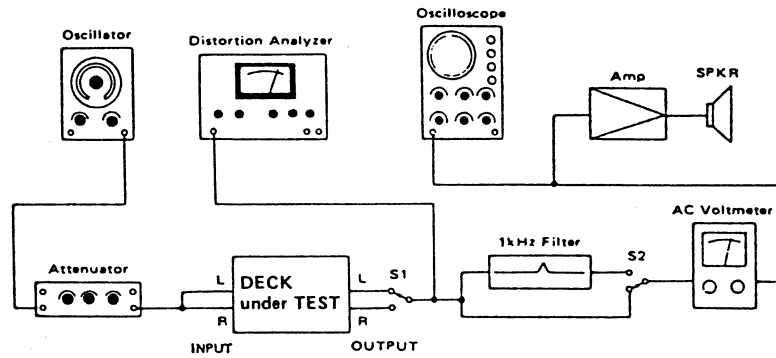

Fig. 6-2 Basic Test Setup
18. Channel separation チャンネル・セパレーション	Same as above 同上	INPUT : L-ch : 1kHz/ -10dB (316mV) R-ch : No signal	Check	OUTPUT (R) : 30dB min.
<ul style="list-style-type: none"> ● Connection : Fig.6-2 ; but with INPUT (R) disconnected and a 1-kHz filter connected. ● 接続 : Fig.6-2, 但し INPUT (R) へは接続不要, 1-kHz フィルター使用
19. Adjacent track crosstalk トラック間クロストーク	Same as above 同上	INPUT : L-ch : NO signal R-ch : 125Hz/ -10dB (316mV)	Check	OUTPUT (R) : 40dB min.
<ul style="list-style-type: none"> ● Connection : Fig.6-2 ; but with INPUT (L) and OUTPUT (L) disconnected. ● 接続 : Fig.6-2 但し INPUT (L), OUTPUT (L) の接続を外す.